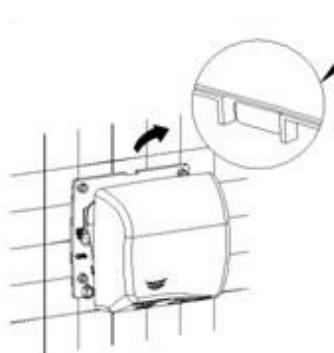

Bild Nr. 9
5. Das Gehäuse auf die Grundplatte montieren und darauf achten, dass die obere Rastnase richtig in die Aussparung der Grundplatte einrastet (siehe Bild Nr. 9).